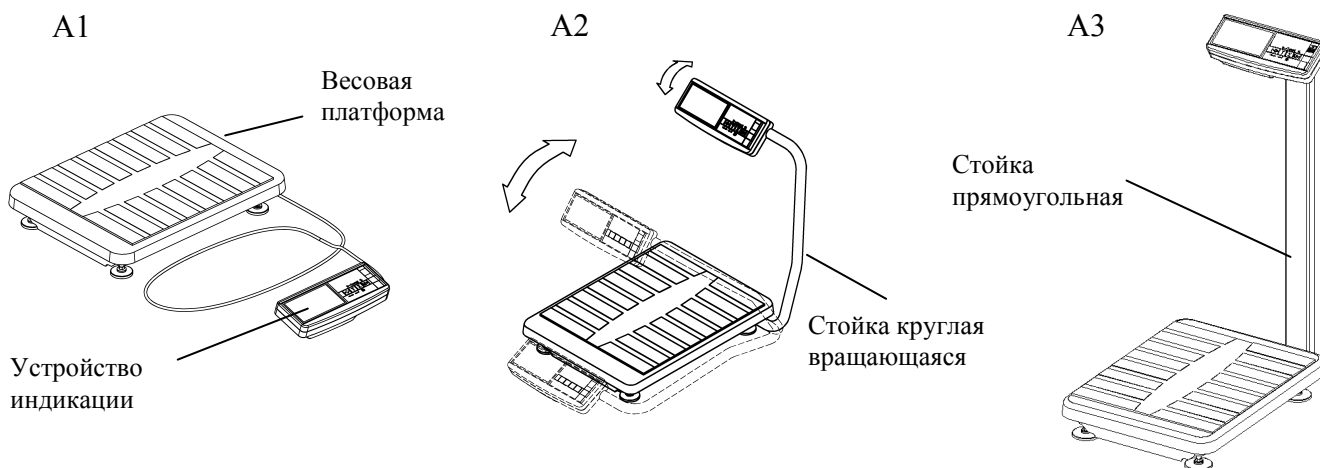
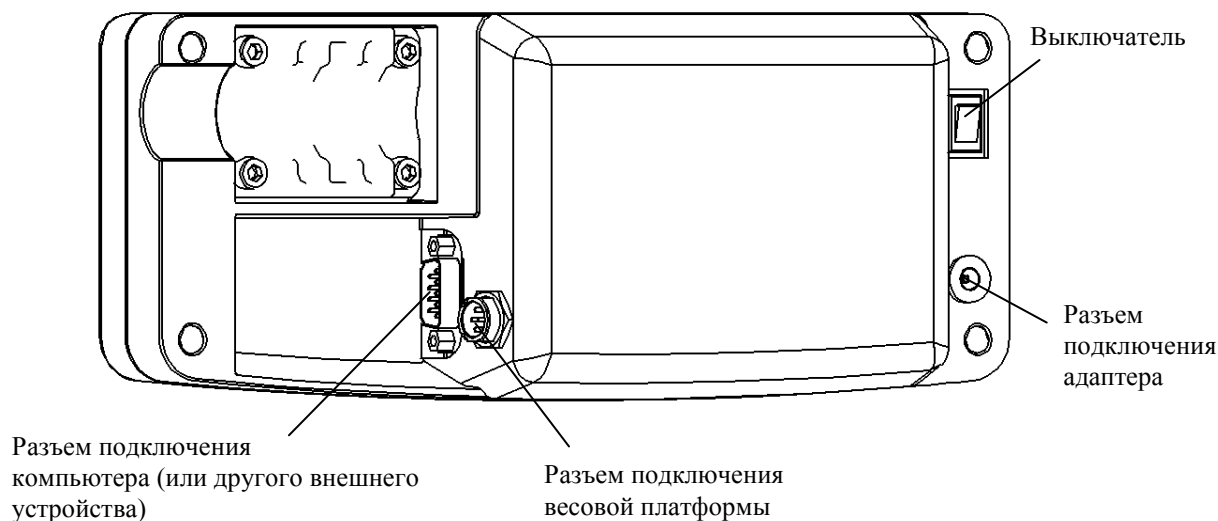

Рис. 6.1 - Внешний вид весов
Рис. 6.3 - Устройство индикации
Весы состоят из весовой платформы и устройства индикации (Рис. 6.1 - Рис. 6.3).
- Подсоединить разъем весовой платформы к устройству индикации (Рис. 6.3).
- Вращая стойку (Рис. 6.1), установить ее в удобное для работы положение и зафиксировать, плотно затянув винты в кронштейнах основания (восемь винтов). На входе в стойку оставить припуск кабеля длиной 20-30 мм.